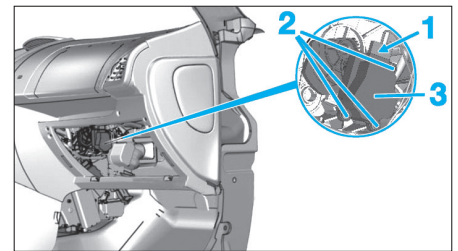

Fig. 34
- le connecteur (1) (Fig.34).
- les vis (2),
- le motoréducteur d'entrée d'air (3).